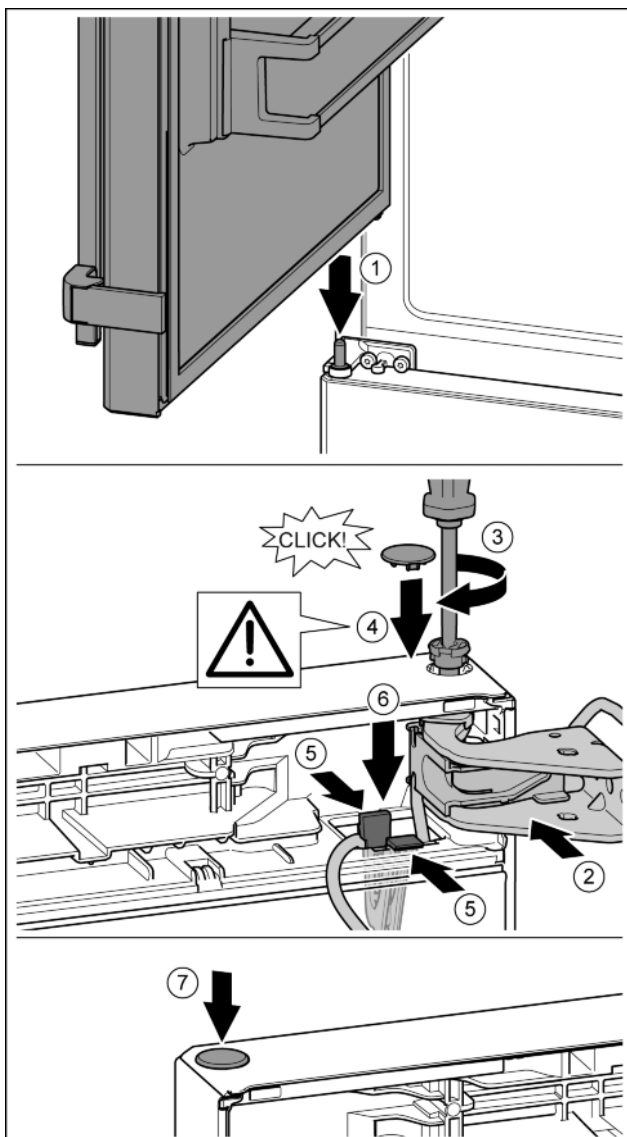

Fig. 33
- ▶ Установка верхней двери на средний опорный палец Fig. 33 (1)
- ▶ Дверь вверху выровнять по отверстию в опорном кронштейне. Fig. 33 (2)
- ▶ Вставить палец и затянуть отверткой T15. Fig. 33 (3)
- ▶ Установить предохранительную крышку для защиты двери: вставить предохранительную крышку и проверить, прилегает ли она к двери. В ином случае вставить палец полностью. Fig. 33 (4)
- ▶ Вставить держатель кабеля с закрепленным на нем кабелем в отверстие. При этом более длинное отверстие соединительной накладки должно быть направлено вперед. Fig. 33 (5)
- ▶ Прижать держатель вниз так, чтобы соединительная накладка защелкнулась. Fig. 33 (6)
- ▶ Вставить заглушку. Fig. 33 (7)